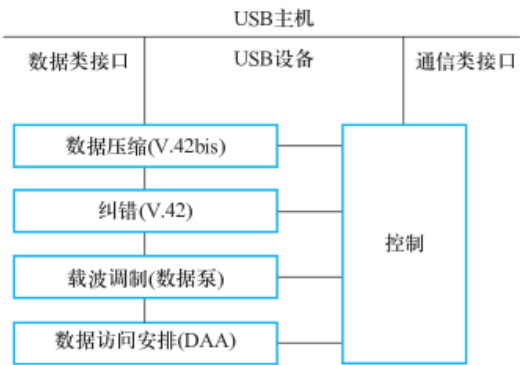

图 15. 35 抽象控制模型
通过抽象控制模型，USB 设备可以理解标准 V. 25ter (AT) 命令。该设备包含一个数据泵和微控制器，用于处理 AT 命令和继电器控制。该设备同时使用数据类接口和通信类接口。有关这两种接口的使用说明，请参照图 15. 35。设备有时也可以使用其他类接口，如使用音频类接口来实现扬声器中的音频功能。